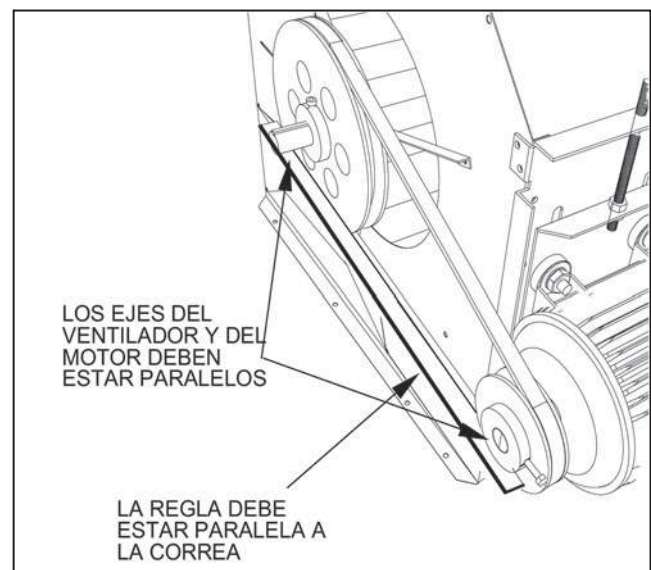

Fig. 13 - Alineación y Ajuste del Ventilador del Evaporador
- Alinee el ángulo aflojando el motor del plato de montaje (Fig. 13).